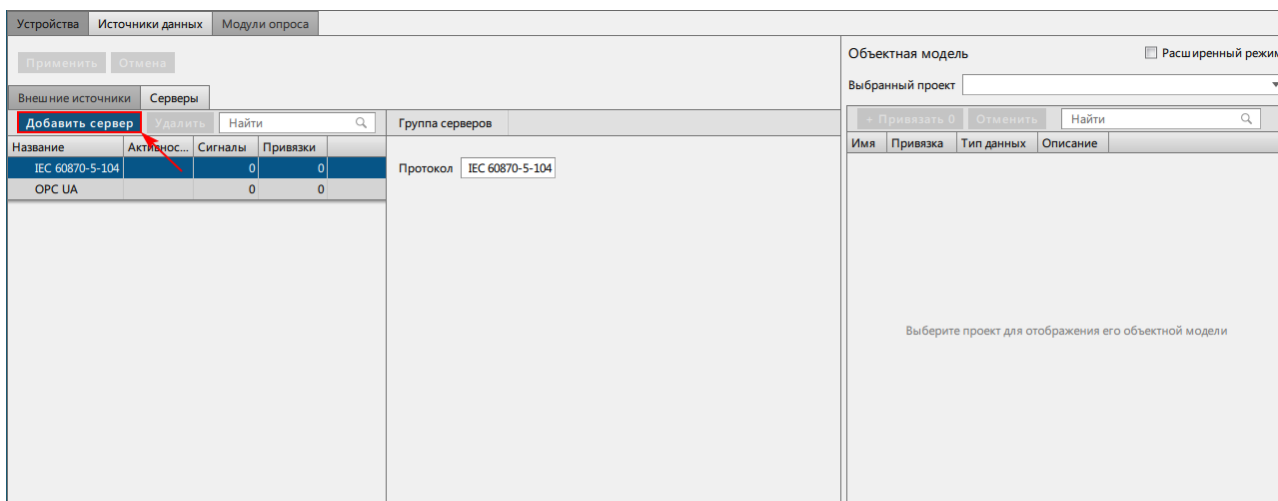

Рисунок 187 - Добавить сервер
1. Выполните добавление источника: **Источники данных** → **Серверы** → **IEC 60870-5-104** → **Добавить сервер** (Рисунок 187).